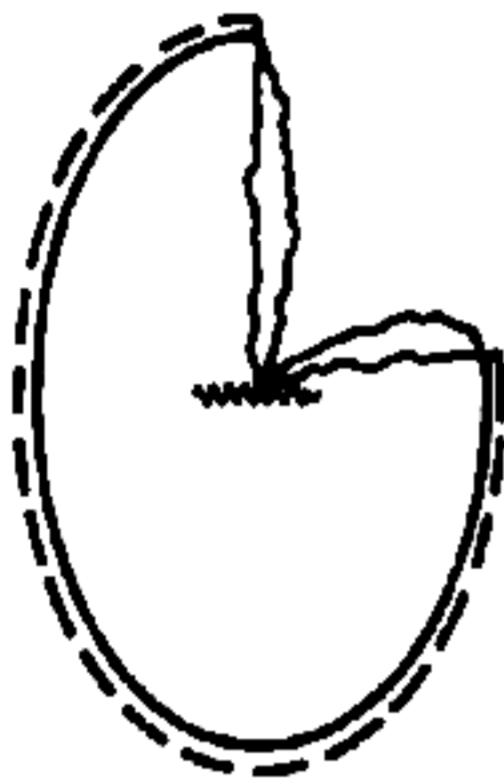
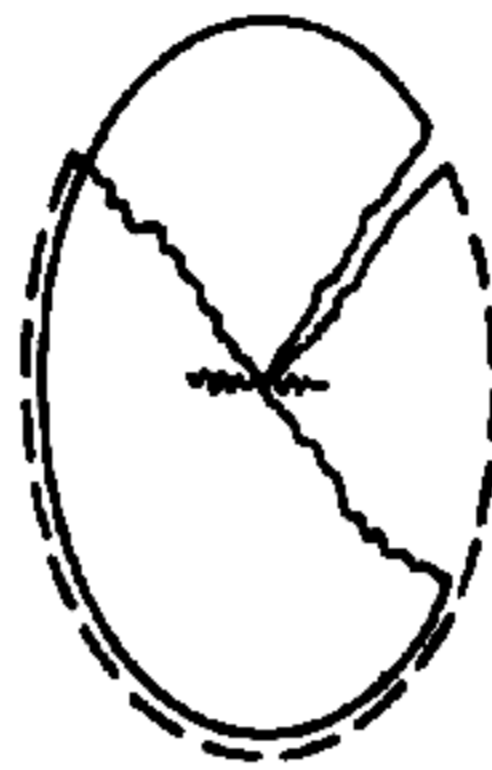
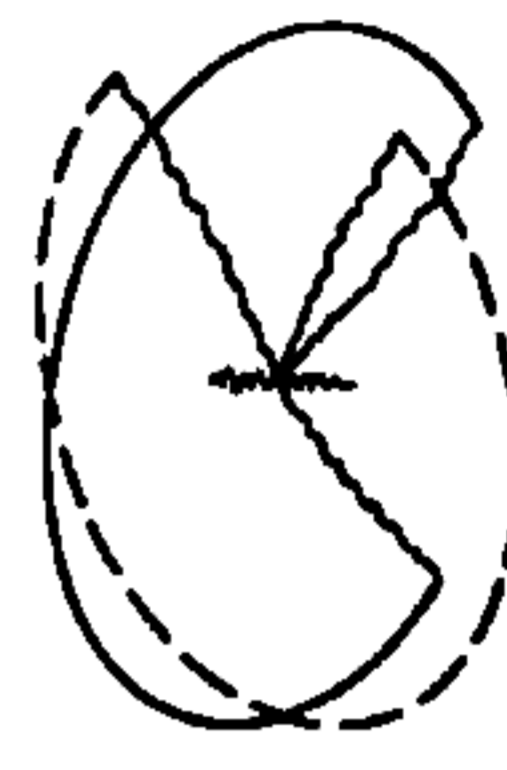

Fig.14a
Fig.14b
Fig.14c
- Pour la fig. 14b régler "v" de U562 de façon que les deux périphéries des ellipses coïncident tout à fait, de la façon décrite fig. 14a
- Pour la fig. 14c régler d'abord "ae" de U563 jusqu'à ce que les deux ellipses se recouvrent (voir fig. 14b) et puis "v" de U562 de façon à obtenir la fig. 14a.
- Entsteht Fig. 14b, dann "v" von U562 so einstellen, dass die beiden Ellipsen sich genau decken, siehe Fig. 14a.
- Beim Entstehen von Fig. 14c ist zunächst "ae" von U563 einzustellen, bis die beiden Ellipsen zusammenfallen (siehe Fig. 14b); alsdann "v" von U562 einstellen, bis Fig. 14a entsteht.